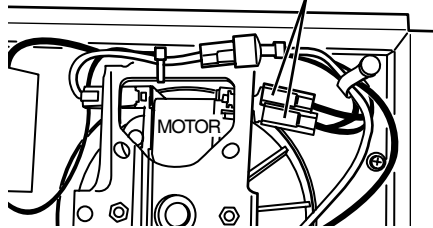

FIG. 11 - 120VAC TO 240VAC CONVERSION
2. 120 VAC to 240 VAC Conversion (FIGS. 11 & 12) (Factory-wired 120 VAC Models 120 and 124 ONLY) These heaters can be converted to operate on 240 VAC.
2. **Conversión de 120 VCA a 240 VCA (FIGS. 11 y 12)** (Solamente modelos 120 y 124 cableados de fábrica para 120 VCA). Estos calentadores de pueden convertir para que funcionen en 240 VCA.